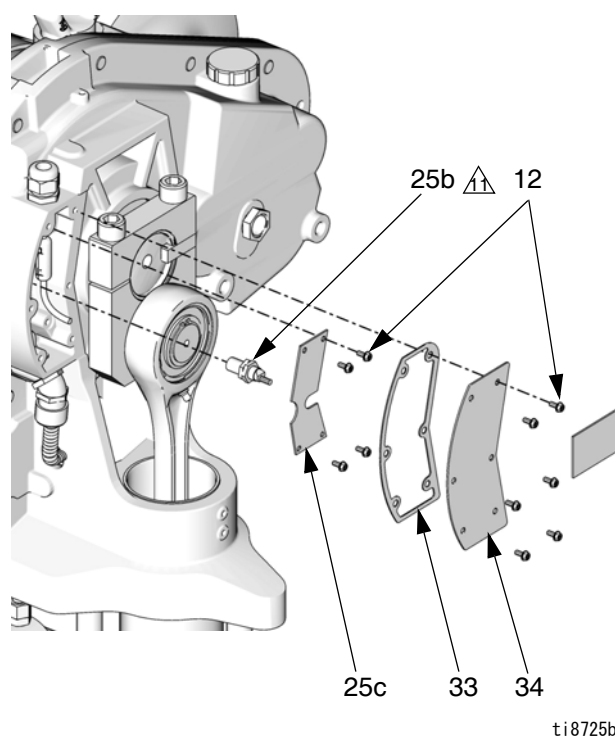

図 14. TDC センサー
4. 2 本のネジ (12) およびカバー (32) を外します。
5. 図 14 を参照してください。6 本のネジ (12)、回路基板カバー (34)、およびガスケット (33) を外します。
9. 図 14 を参照してください。4 本のネジ (12) および回路基板 (25c) を外します。
5. 図14を参照してください。6本のネジ（12）、回路基板カバー（34）、およびガスケット（33）を外します。